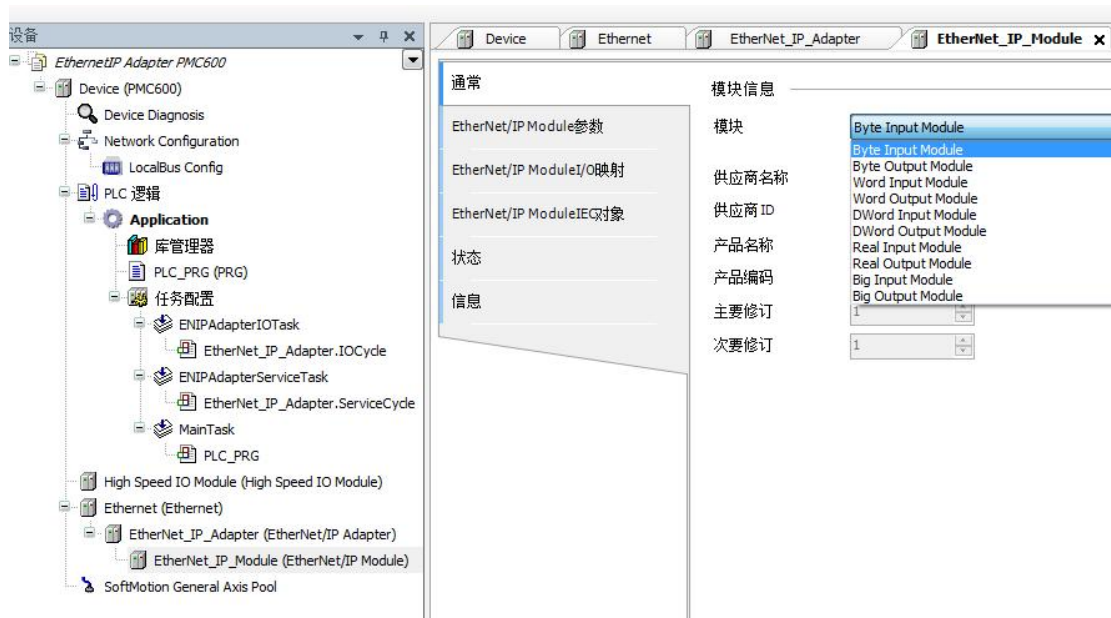
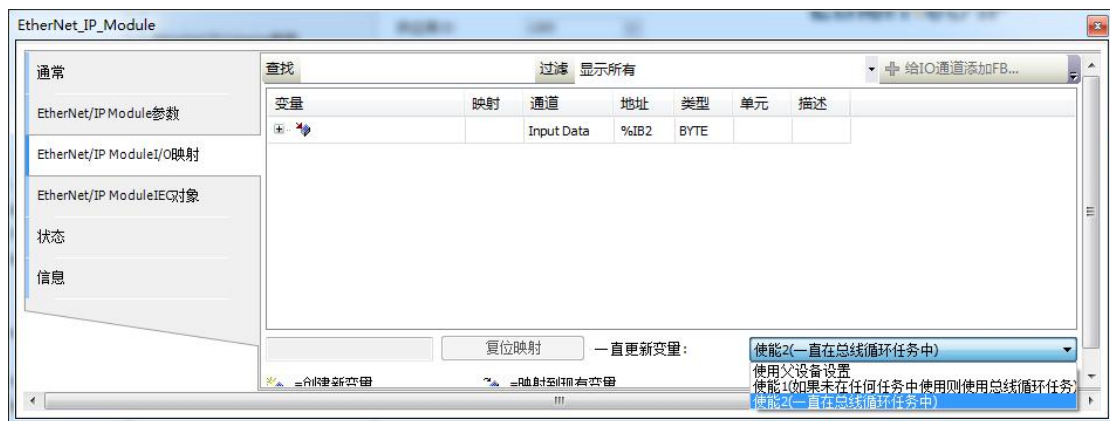

图 13.74 设置输入模块为“Byte Input Module”
图 13.75 设置循环模式为“使能 2”
5) 设置“Ethernet_IP_Module”为输入模块“Byte Input Module”，如图 13.74 所示；设置循环模式为“使能 2”，如图 13.75 所示。